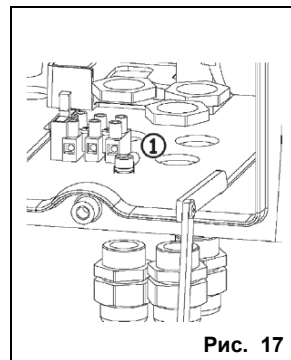

Рис. 17
3. Установить три кабельных зажима из комплекта привода в отверстия, расположенные под корпусом привода (рис. 17, поз. 1).